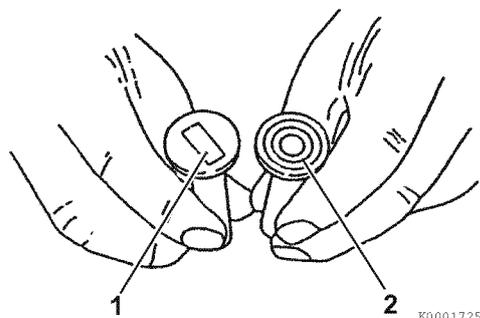

**Figure 6-78**
1. Mesurez l'alésage du coussinet de l'axe du piston à l'aide d'un calibre d'alésage (1, **Figure 6-78**). Remplacez le coussinet s'il n'est pas conforme aux spécifications. Si le coussinet a été déposé, mesurez le diamètre intérieur du pied de bielle (2, **Figure 6-78**). Voir *Bielle* à la page 6-13 pour les spécifications.